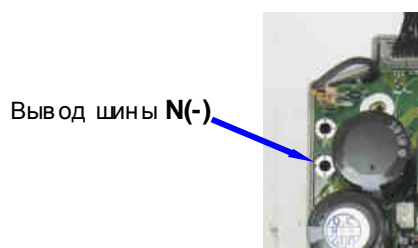

Рис. 4.7. Вывод шины N(-) на плате драйверов
4.6.7. Демонтировать среднюю часть корпуса с платой ЦП. Проверить цепь **N(-)-R** на плате драйверов мультиметром в режиме «Прозвонка диодов» как показано на рисунке 4.8. Вывод шины **N(-)** на плате драйверов показан на рис. 4.7. Цепь **N(-)-R** должна «звониться» как диод (при прямой проводимости показания прибора 200.....1000, рис. 4.7а, при обратной проводимости – «Обрыв цепи», рис. 4.7б).